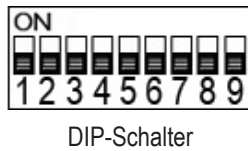

Bild 4
6. Bild 4: Bewegungssensor per DIP-Schalter einstellen. Einstellmöglichkeiten siehe Seite 3.